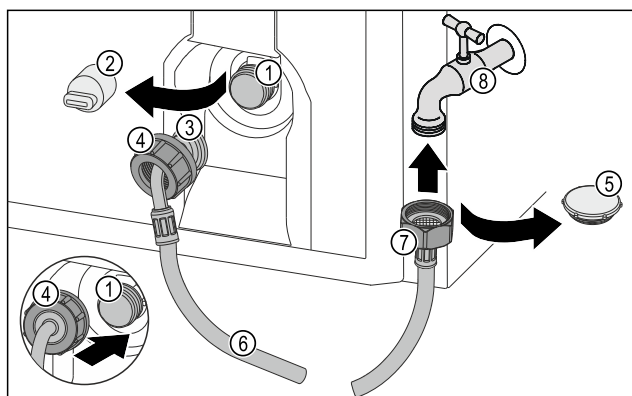

Fig. 22
- Rimuovere il coperchio di chiusura Fig. 22 (5).
- Posizionare l'estremità del flessibile diritta Fig. 22 (7) sul rubinetto dell'acqua Fig. 22 (8).
- Stringere in senso orario sull'estremità del flessibile diritta Fig. 22 (7) in senso orario.